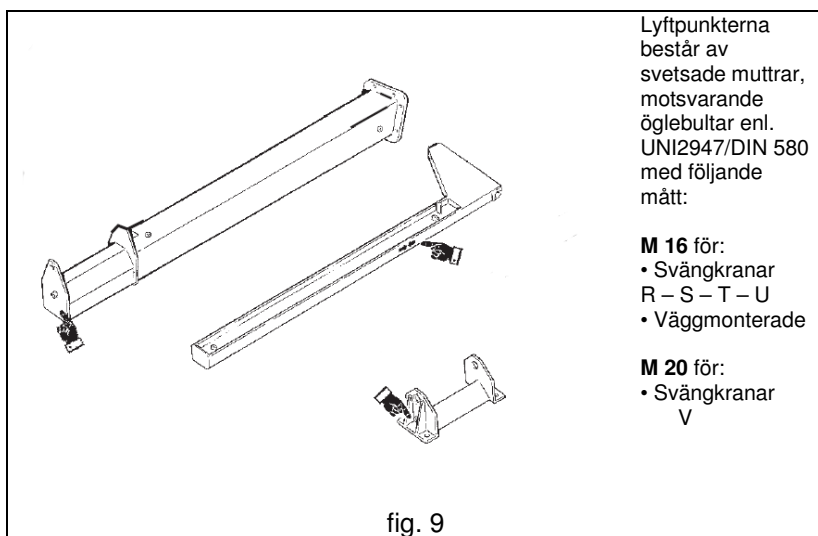

fig. 9
- Svängkranens stålkonstruktioner (pelare eller fäste samt arm) levereras i regel utan förpackning. På pelarna och fästena finns det lyftpunkter som underlättar hanteringen under installationen (fig. 9).